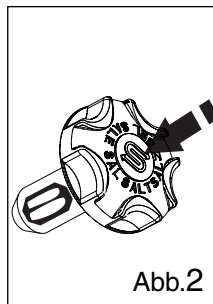

Abb.2
- Wenn der grüne Schwimmer unter dem Deckel des Salzvorratsbehälters nicht mehr sichtbar ist (Abb.2).